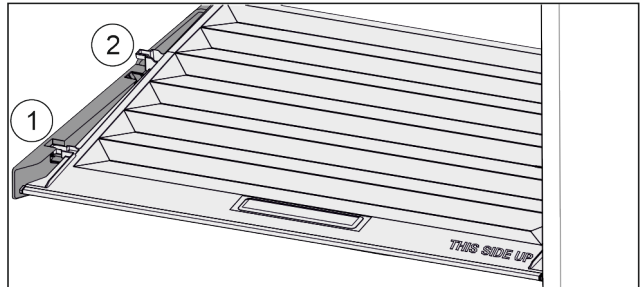

Fig. 97
- ▶ Издърпайте напред Fig. 97 (1) капака до отвора в задържащите части.
- ▶ Повдигнете го отзад отдолу и отстранете Fig. 97 (2) нагоре.